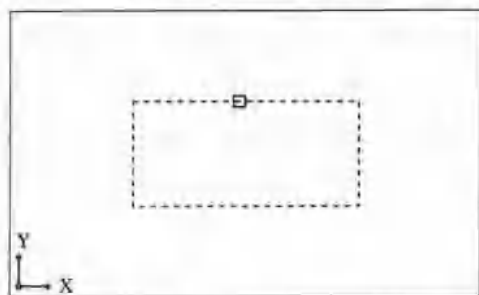

图 1-3 拾取状态的光标形状
(1) 建立新图形，不执行任何操作，将光标移动到图形的绘图区域中。不难发现，在绘图区域中，AutoCAD 光标通常为十字交叉形式。
(2) 将光标移至菜单项、工具按钮或对话框中，它会变成一个箭头。在菜单项、工具按钮上单击，能执行相应的操作。
(3) 在命令行中输入 `erase` 并按 `Enter` 键，系统给出提示“选择对象：”，光标转化为如图 1-3 所示的形状。光标在绘图中能够起拾取作用，可以用光标在屏幕上指定点的位置、选择图形、选择工具栏和菜单栏中的命令、更换对话框中输入参数的位置等。